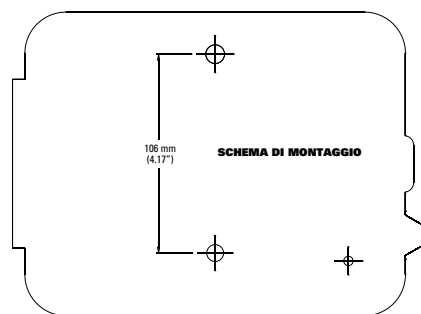

Figura 1: uso dello schema di montaggio (incluso)
- Utilizzare lo schema di montaggio (incluso) per marcare sulla parete la posizione delle viti. *Vedi figura 1*